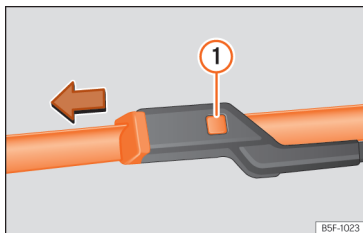

Fig. 160 Substituição das escovas do limpa para-brisas.
- Mantenha pressionado o botão de desbloqueio » » » Fig. 160  puxando ligeiramente pela escova no sentido da seta.